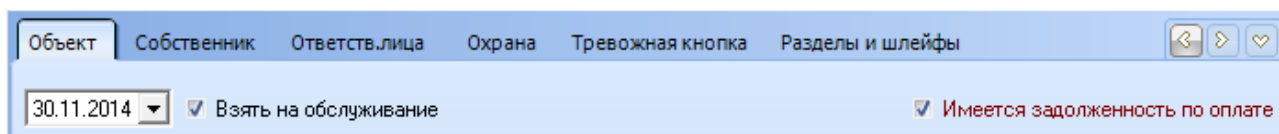

Рисунок 153
**Посылка сообщения о задолженности** - устанавливается вариант рассылки сообщения (не отправлять, отправлять по GSM, отправлять по SMPP) и текст сообщения. Рассылка о задолженности будет рассылаться при взятии или снятии объекта с охраны. И если у объекта установлен флажок (Рисунок 153)